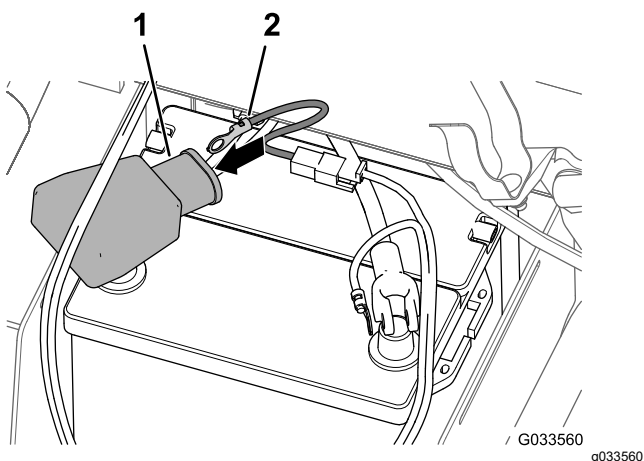

Figura 29
4. Inserte el terminal de anillo del eslabón fusible (arnés de cables del fumigador) por la cubierta ancha de la batería, como se muestra en la Figura 29.